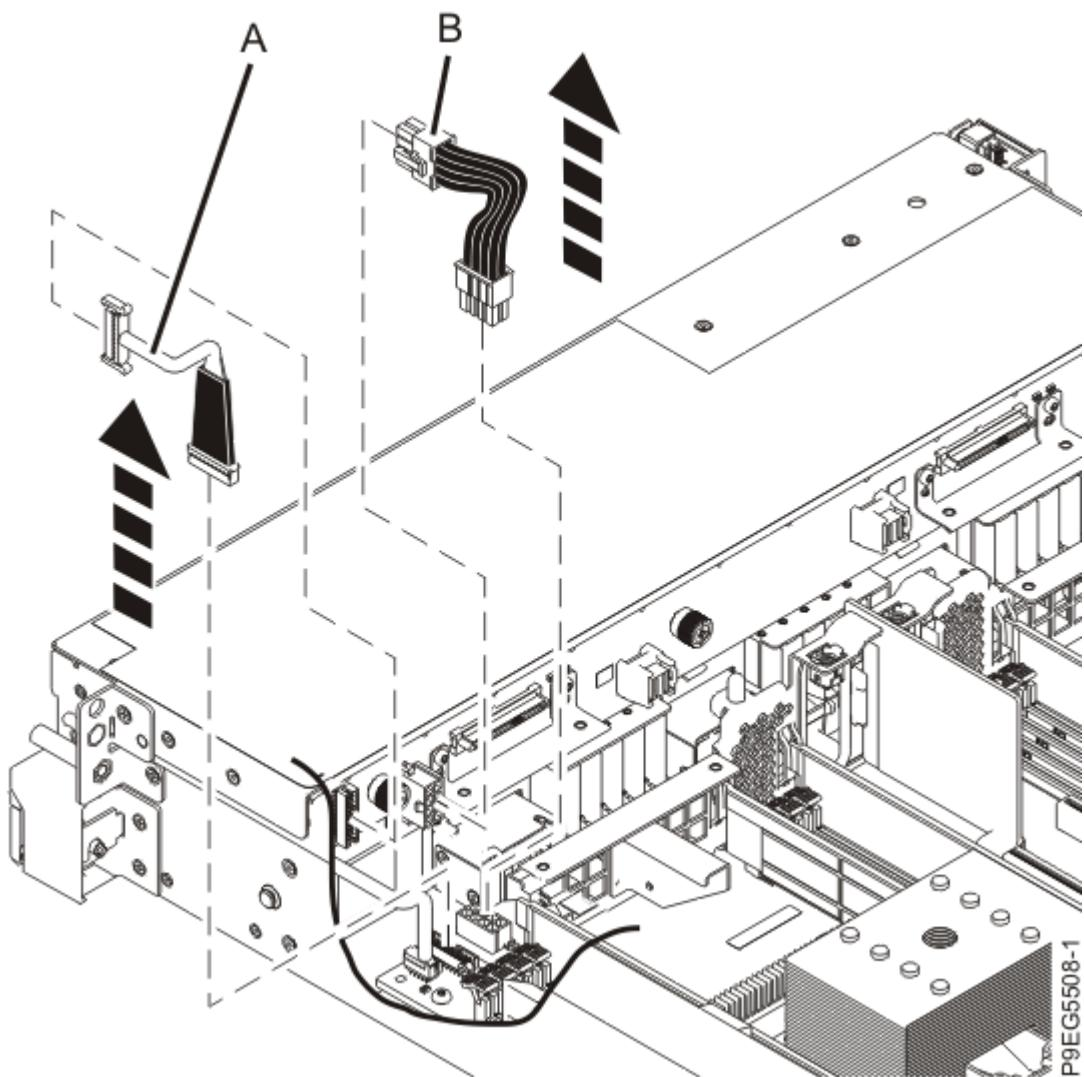

図 32. 信号ケーブルおよび電源ケーブルの切り離し
3. 電源ケーブル (B) にラベルを付けて、ディスク・ドライブ・バックプレーンから切り離します (36 ページの図 32 を参照)。